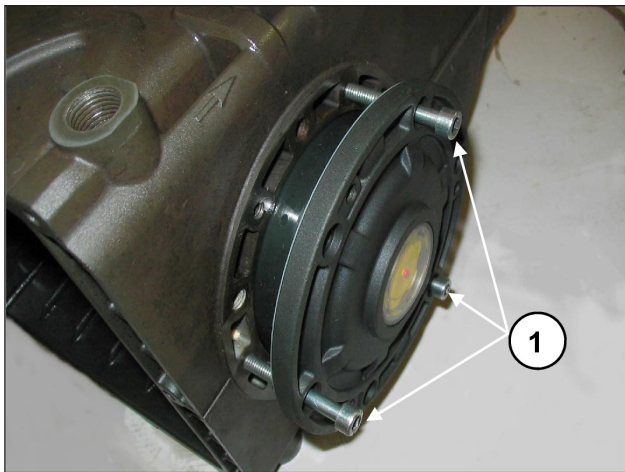
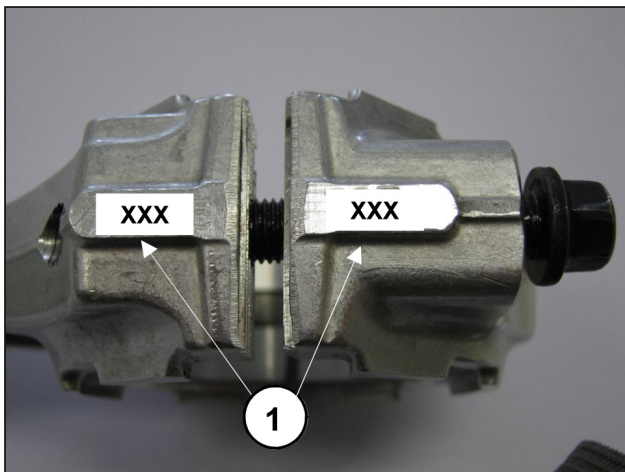

Abb. 8
Abb. 9
Um das Einführen des ersten Abschnitts und das Einsetzen der Pleuellstange am Gehäuse zu erleichtern, sollten Sie 3 Schrauben M6 x 40 mit Teilgewinde (Abb. 8, Pos. ①) zu Hilfe nehmen und den Vorgang dann anhand der mitgelieferten Schrauben (M6x18) abschließen.
- Paaren Sie die Pleueldeckel unter Berücksichtigung der Nummerierung mit den zugehörigen Schäften (Abb. 9, Pos. ①).
Nach Abnahme der seitlichen Deckel, vgl. Abschn. 2.1.1, entfernen Sie den äußeren Lagerring der Dichtungen von den Deckeln und den inneren Ring mit dem übrigen Teil des Lagers von den beiden Wellenenden mit einem einfachen „Austreiber“ oder einem ähnlichem Werkzeug, siehe Abb. 8 und Abb. 9.